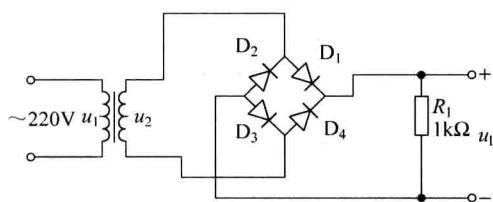

图 1.16 单相桥式整流
(1) 整流电路
① 整流电路的作用：将单相交流电转换为脉动直流电。
② 单相桥式整流电路的基本结构如图 1.16 所示。